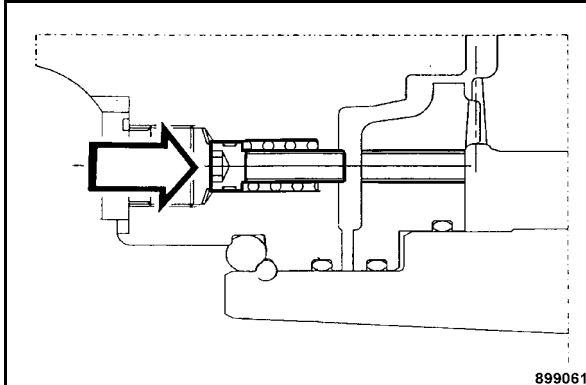

Fig. 107
- Dévisser les deux vis (Fig. 107) de serrage du frein.